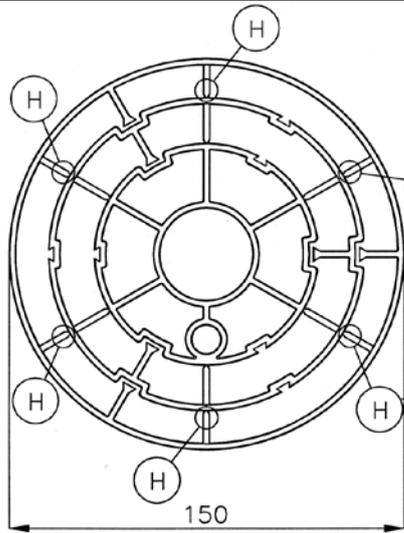
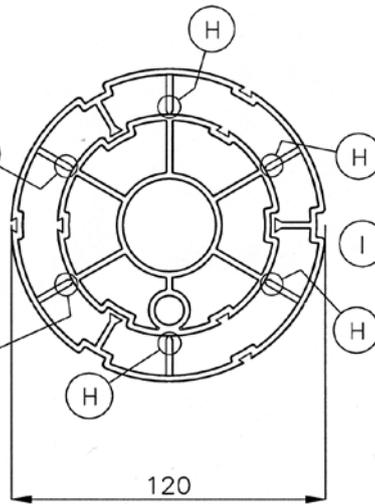

Fig. 9
Fig. 10
en centrador bobina D. 150 (Fig. 9)
En la etiqueta (F1) (Fig. 14), se indica la altura aproximada que alcanzará un rollo de 100 m de canto encolado de 0,4, 0,8 y 1,2 mm, bobinados sobre el centrador de D. 85 (Fig. 11), así como la de un rollo de 50 m de canto encolado de 2 mm. Sobre el centrador de D. 150 (Fig. 9).
Si tiene bobinas grandes de canto sin encolar de 2 mm y desea partirlas en rollos de aproximadamente 50 m para poder encolarlo, puede hacerlo fácilmente enrollándolos manualmente en el cargador (E1) (Fig. 14) de la máquina, sobre centradores de D. 150 (Fig. 9). Cuando la altura del canto enrollado alcance la señal =100 m, 0,8 mm de la etiqueta (F1) (Fig. 14), tendrá los 50 m de canto sin cola de 2 mm.
Se suministran con el cargador 2 centradores de bobina (M) (Fig. 14) de D. 150 mm (Fig. 9). Pueden obtenerse 2 centradores de bobina de D. 120 mm, cortando las patas (H) (Fig. 9), y otros 2 de D. 85 mm, cortando las patas (H) (Fig. 10). Pueden recomponerse los centradores de D.120 ó D.150, desde el de D. 85, montando las patas J del centrador de mayor diámetro, en las ranuras I, del diámetro inmediatamente inferior (Fig. 12 y 13). Es aconsejable usar los centradores de D.85 para enrollar cantos de hasta 1,2 mm de grueso y los de D. 150 para los de 2 mm. Para encolar rollos de gran tamaño, con la ayuda del devanador motorizado DV25P y el soporte para rollos grandes (accesorios opcionales), deberá Ud. fabricarse un centrador de madera maciza de D. 250 mm, que encaje en el eje del recogedor, y que disponga de una ranura para sujetarlo, como se indica en la (Fig. 17). Si el diametro interno de un rollo, es mayor el de los centradores suministrados con la máquina, deberá Ud. fabricarse el centrador de madera maciza a la medida que necesite. Hay disponibles aros de cartón desechables para el bobinado de los rollos: 25.45.659 Bolsa de 25 Aros de cartón d. 85 25.45.660 Bolsa de 25 Aros de cartón d. 150 Para bobinar sobre el Aro desechable, deberá fijarlo previamente con cinta adhesiva, sobre el aro de plástico de la máquina.
Afloje los pomos (L y R), y extraiga las tapas portabobinas (O y Q) (Fig. 14). Prepare el centrador de bobina (M) (Fig. 14) del diámetro adecuado, (Fig. 9, 10 y 11) e introdúzcalo en el portabobina (B1) (Fig. 14) (vea apartado 7).